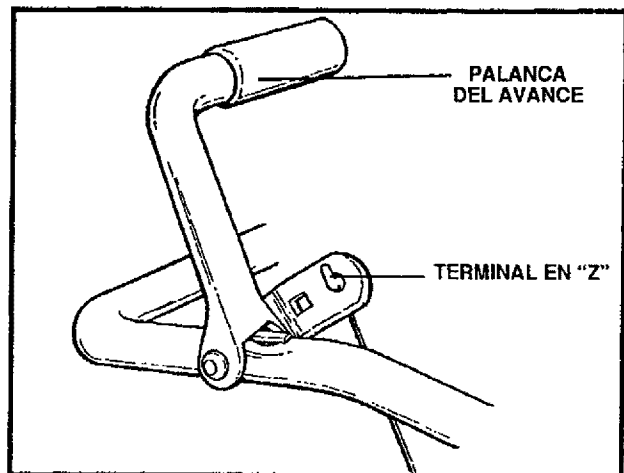

FIG. 3
**NOTA:** Si los cables de las palancas del embrague están desconectados, instáloslos de nuevo como lo ilustran las FIGS. 3 y 3A.